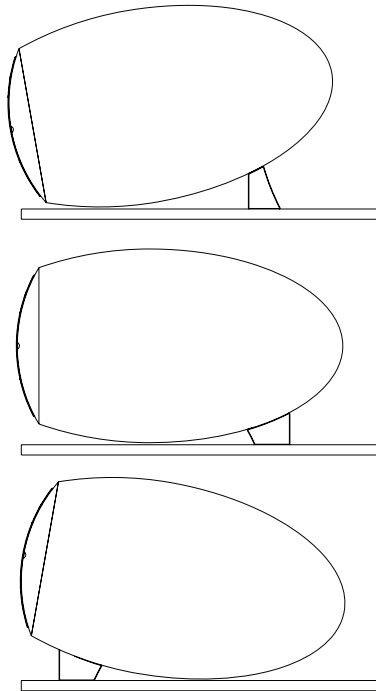

Figure 2 / Figura 2 / Abb. 2
(EN) Adjusting Rubber Centre Support (Figure 2)
(FR) Support en caoutchouc pour haut-parleur de canal central (Figure 2)
Ⓛⓔ Verstellbarer Gummi-Center-Support (Abb. 2)